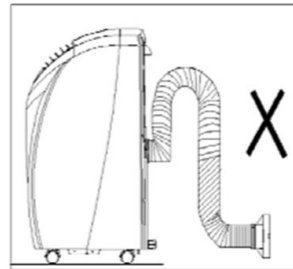

Abb. 6b
- 8) Halten Sie den Schlauch so gerade wie möglich und vermeiden Sie Senken, in denen sich die Feuchtigkeit aus der Abluft kondensieren und den Schlauch mit Wasser füllen kann. Achten Sie darauf, dass der Schlauch nicht gequetscht oder geknickt wird (Abb. 6b).